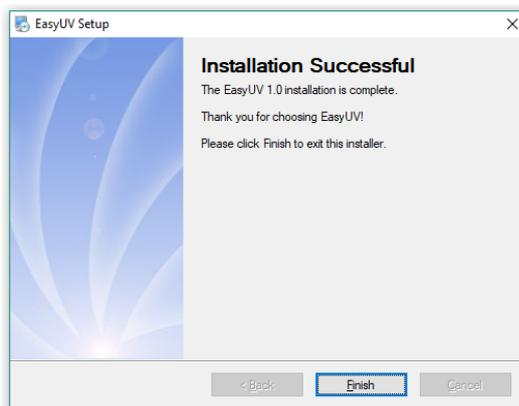

Fig. 2.3-2 Fine installazione
- Cliccare su **Fine** (Fig.2.3-2) per completare.